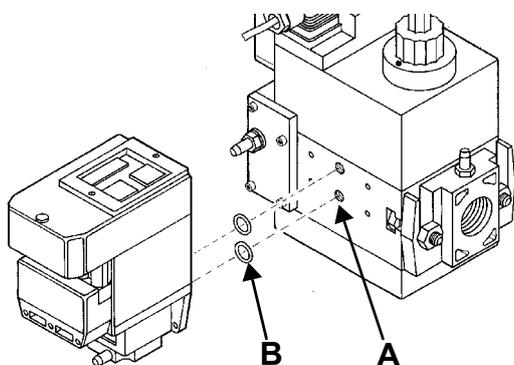
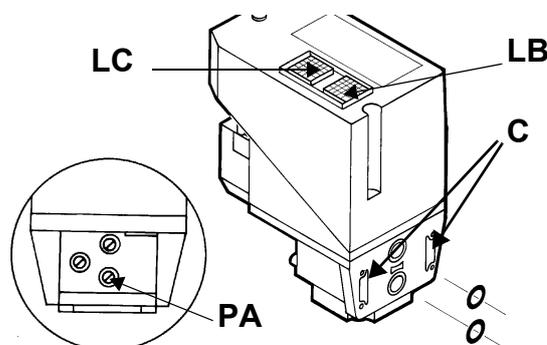

Fig. 21
Fig. 22
- 2 togliere le viti di chiusura del gruppo Multibloc (Fig. 21-A);
- 3 inserire gli anellini di tenuta (10,5 x 2,25) nel VPS 504 (Fig. 21-B - Fig. 22);
- 4 avvitare le 4 viti del controllo di tenuta (M4 x 16) Fig. 22-C.
Per effettuare la verifica di funzionamento, inserire un manometro in corrispondenza della presa di pressione **PA** (Fig. 22). Se il ciclo di prova ha esito positivo, dopo alcuni secondi si accende il LED di consenso **LC** (giallo). In caso contrario si accende il pulsante luminoso **LB** di blocco (rossa). Per ripartire è necessario sbloccare l'apparecchiatura premendo il pulsante **LB**.